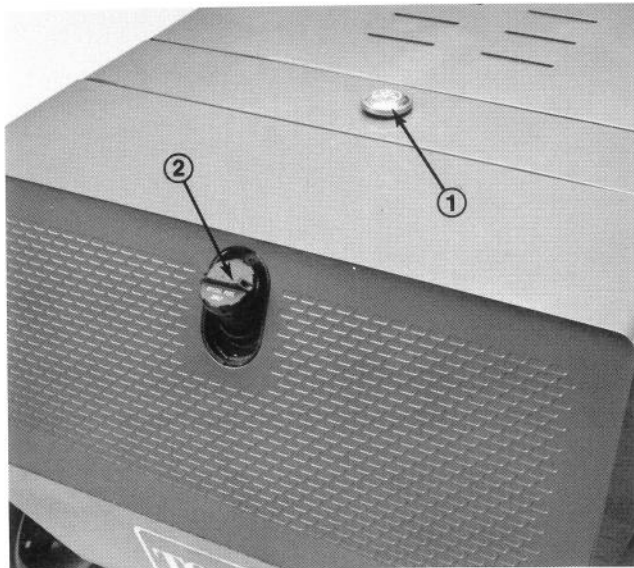

Bild 5
1. Den Kühlerdeckel (Bild 5) abschrauben. Das Kühlmittel muß bis 25 mm unterhalb der Unterkante des Füllstutzens reichen.
1. Den Tankdeckel abschrauben (Bild 5).